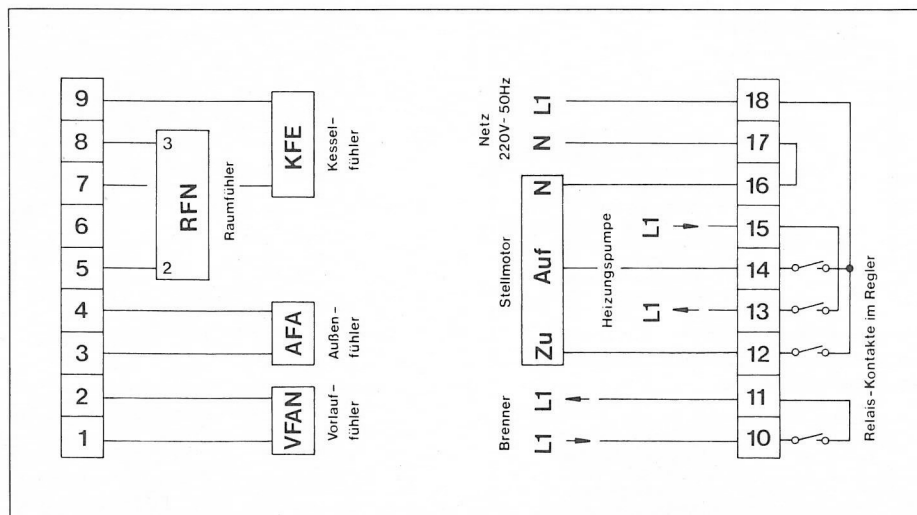

Bild 6 Anschlußschema zu 2.1.4
2.1.4 Witterungsabhängige Vorlauftemperaturregelung mit Raumfühler RFN zur raumgeführten Absenkung (Bild 6)